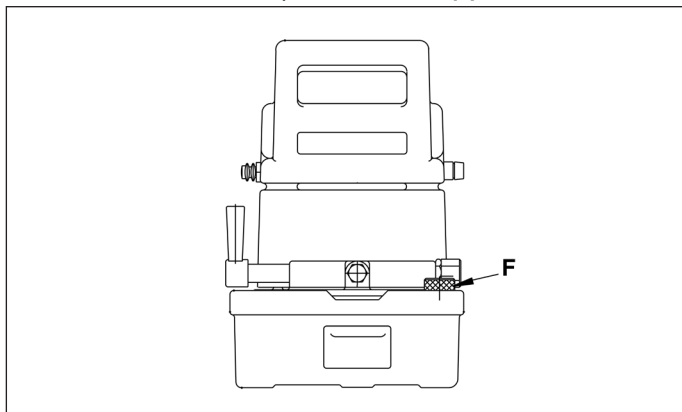

Figura 10
7.2 Cambio de aceite (Figura 10)